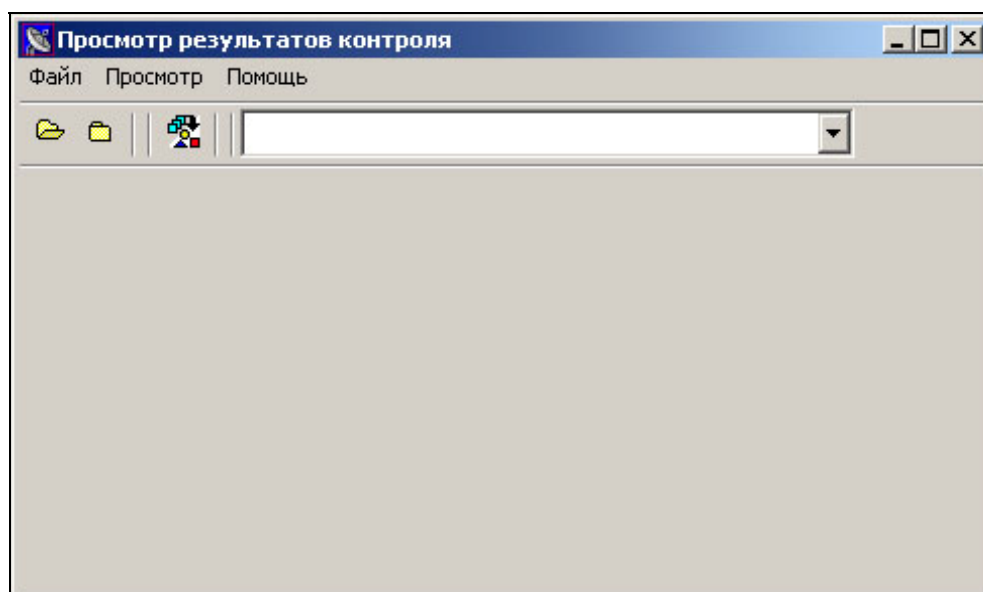

Рисунок 102 – Интерфейс программы переноса и просмотра результатов контроля.
7.4.2 Для работы программы отображения результатов контроля запустить файл viewscar.exe (см. рисунок 102).